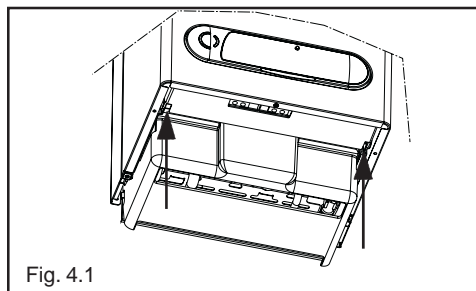

Fig. 4.1
- premere sulla copertura liberando i ganci che la tengono in posizione (fig. 4.1)